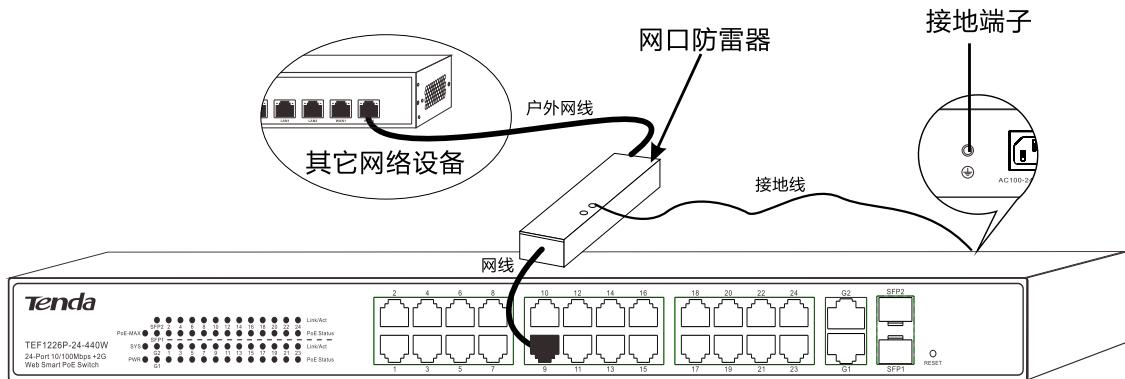

图 3-4 安装 RJ45 网口防雷器（以 TEF1226P-24-440W 为例）
- 接口线缆是否都在室内走线，若有户外走线情况，请检查是否进行了网口防雷器（连接方法如图 3-4）和交流电源避雷器的连接。